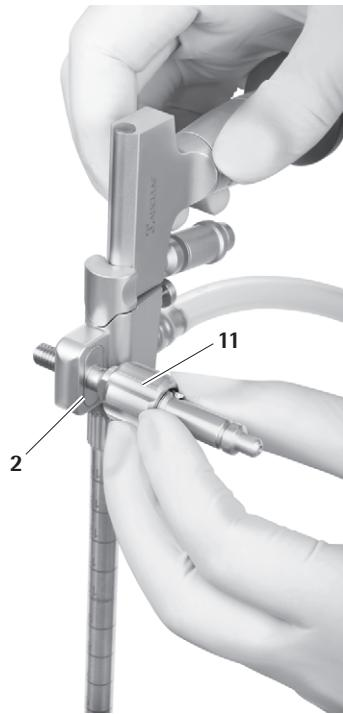

Abb. 18
► Haltearmadapter **11** wahlweise seitlich (rechts/links) in Bohrung stecken, bis Flansch in die vorgesehene Nut **2** einrastet, die zur Befestigung des Haltearms dient, siehe Abb. 18.